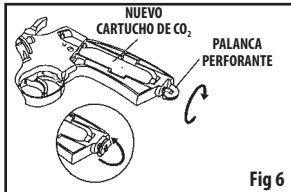

Fig 6
- Avec le pouce et l'index, tournez le levier de perçage dans le sens des aiguilles d'une montre pour percer la cartouche de CO₂. (Figure 6)